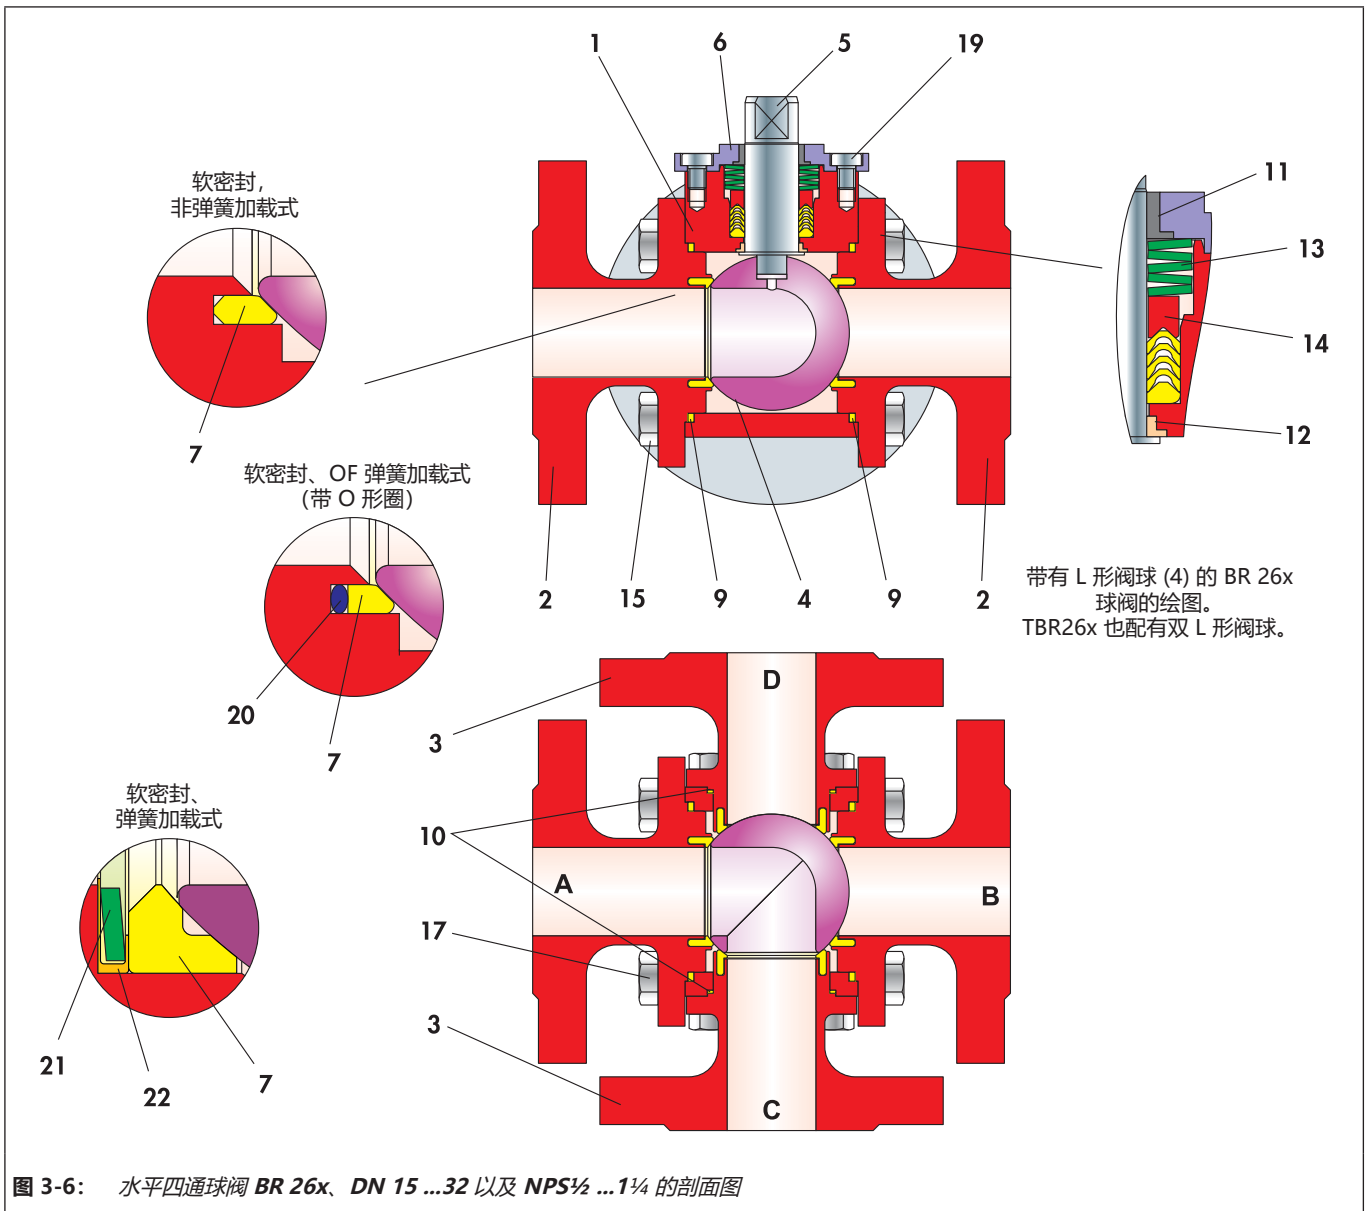

图 3-6: 水平四通球阀 BR 26x、DN 15 ...32 以及 NPS½ ...1¼ 的剖面图
- 根据具体型号, 可使用带有螺母 (16) 或螺钉 (15) 的双头螺栓 (15)。
- ⇒ 将轴承套 (12) 按入主阀体 (1) 中的合适位置。
- ⇒ 推动控制轴 (5) 经过已安装的轴承套 (12) 进入主阀体。确保控制轴可移动。
- ⇒ 轻微旋转 V 形环填料 (14), 以便更轻松地将其推过所安装的控制轴 (5), 并将其插入主阀体 (1) 中的合适填料位置。有关 V 形环的排布, 请参见图 3-6。
- ⇒ 将盘簧 (13) 放在填料上。有关盘簧排布, 请参见图 3-6。
- ⇒ 将轴承套 (11) 压入填料箱法兰 (6)。
- ⇒ 将填料箱法兰 (6) 穿过控制轴 (5) 放到主阀体 (1) 上。
- ⇒ 轻轻润滑螺钉 (19)。
- ⇒ 用螺钉 (19) 调整填料箱法兰。